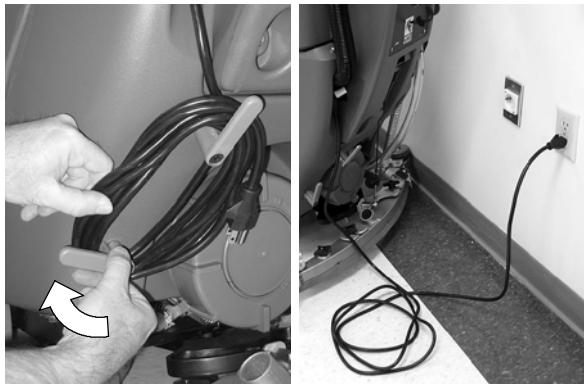

FIG. 53
12. Rechargez les batteries après une durée d'utilisation totale de 30 minutes ou plus (Figure 53). (Voyez CHARGEMENT DES BATTERIES)